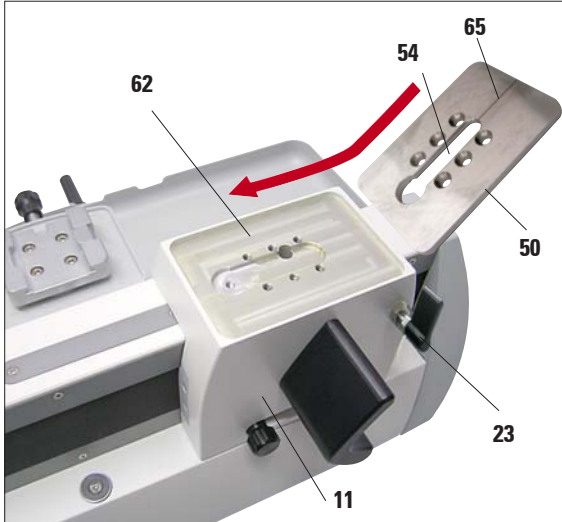
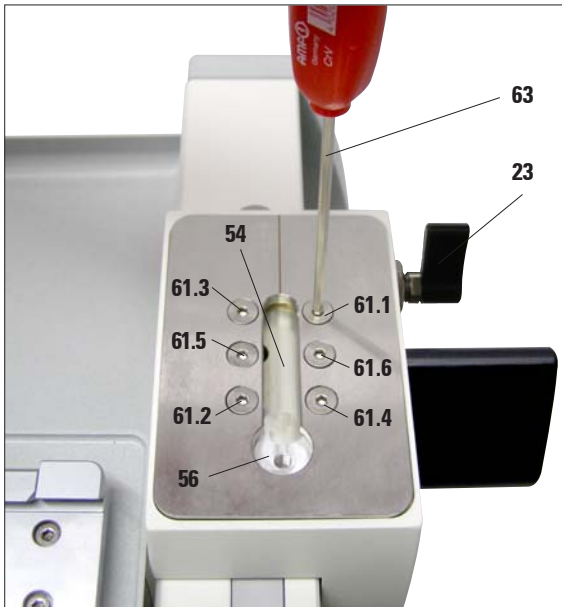

Abb. 15
Abb. 16
- Wie in Abb. 15 gezeigt, die Nutenplatte auf die Aufspannfläche aufsetzen. Darauf achten, dass die Nut (54) zum Einsetzen des Klingenhalters mit der runden Einsetzöffnung (56) für das T-Stück nach vorn zeigt (Abb. 16).
- Die sechs Senkschrauben (61.1-61.6) in die Bohrungen einsetzen und mit einem Sechskant-Schlüssel T 25 (63) über Kreuz (Reihenfolge in Abb. 16) festziehen.